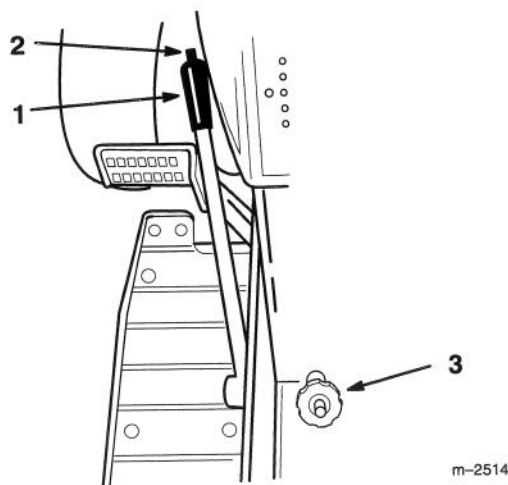

Figure 11
Le levier de relevage d'accessoires (Fig. 11) s'utilise pour relever ou abaisser divers accessoires.
Le bouton de réglage de hauteur (Fig. 11) s'utilise pour limiter la descente de l'accessoire. Le bouton peut être tourné dans un sens ou dans l'autre pour placer la limite de descente plus haut ou plus bas.
1. Placer le levier de relevage d'accessoire en position relevée, voir Relevage d'accessoires. Quand le levier est en position haute, le bouton de réglage de hauteur (Fig. 11) peut être utilisé pour déplacer la limite de descente de l'accessoire. Tourner le bouton vers la gauche ou vers la droite pour faire descendre l'accessoire plus bas ou moins bas.
2. L'indicateur de réglage de hauteur (Fig. 11) indique le déplacement de la position relative du réglage.